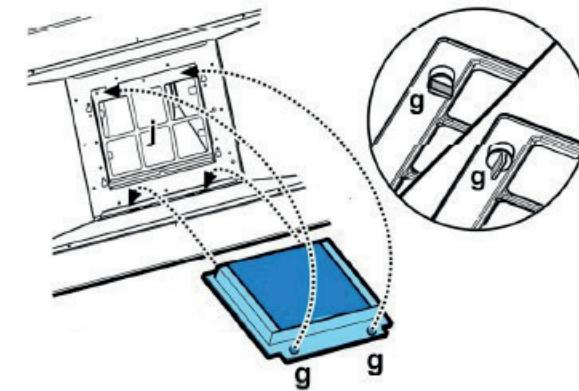

Abbildung 9
- Entfernen Sie den Filterblock aus seinem Fach, indem Sie die Befestigungsschrauben (g) um 90° drehen, und ziehen Sie ihn dann heraus (Abb. 9).